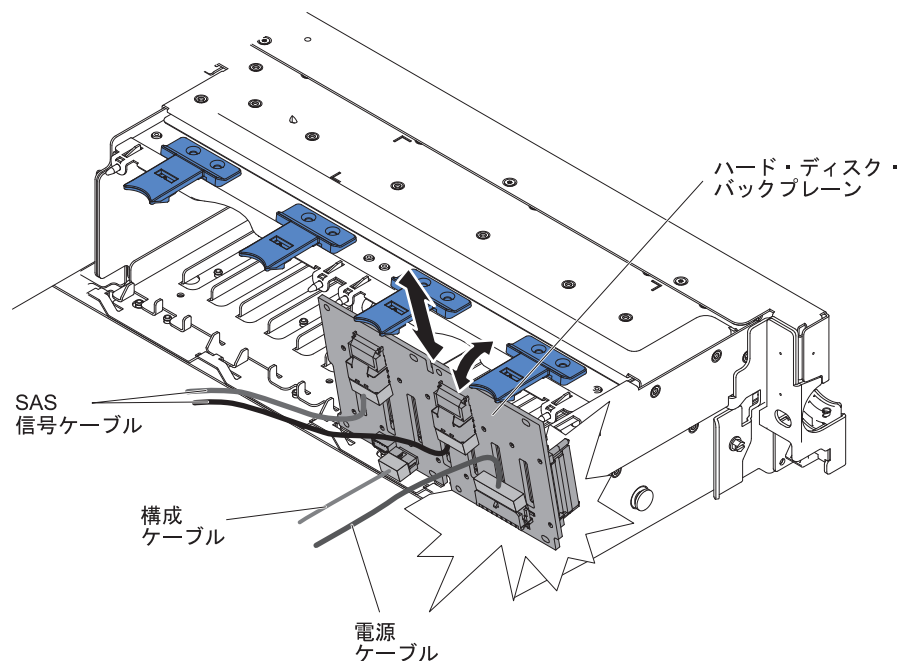

図 91. 2145-DH8 ディスク・ドライブ・バックプレーン
6. 113 ページの図 91 に示すように、2 つの前面タブを持ち上げ、サーバーの背面の方向にバックプレーン・アセンブリ/バックプレーンを回転させて、バックプレーン・アセンブリ/バックプレーンを取り外します。